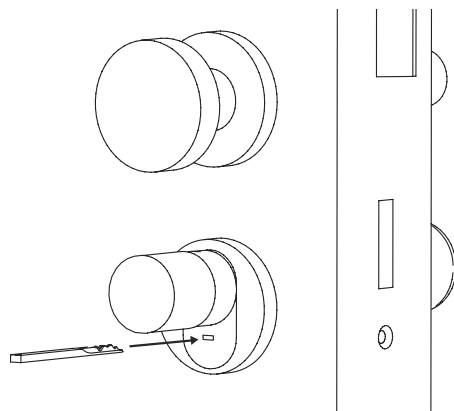

Fig. 11
- ① Pour ouvrir la serrure, ouvrez la clé de secours au niveau de la charnière puis engagez-la dans la fente pratiquée dans le couvercle de la serrure d'urgence (Fig. 11).
- ② Tournez la clé à 90 degrés dans le sens des aiguilles d'une montre. Tournez alors éventuellement le bouton extérieur un peu vers la droite et la gauche pour dégager le mécanisme. Après deux rotations complètes au maximum du bouton du cylindre, la serrure est ouverte.
- ③ Une fois la porte ouverte, tournez à nouveau la clé de secours dans sa position initiale (90 degrés dans le sens des aiguilles) et ôtez-la.
- ④ Pour que le cylindre de serrure revienne dans sa position de fermeture normale, faites faire au bouton extérieur deux tours complets dans deux directions. Ainsi, le mécanisme s'enclenche et la serrure d'urgence est entièrement fermée.